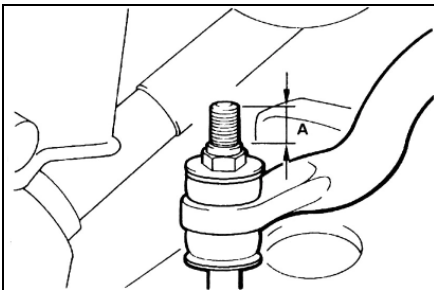

Fig.12-8
(1) Stabilizer bar installation(see Fig.12-8)